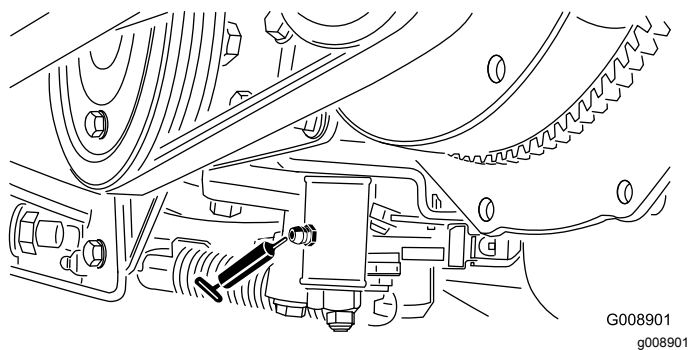

Figura 39
- Mecanismo de ajuste neutro (Figura 39)